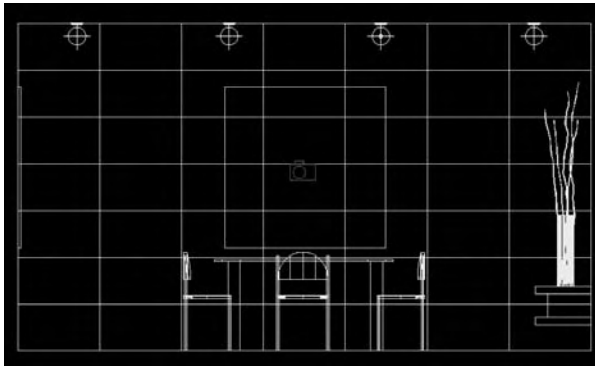

Fig.14.30
- 1 Placez des sources ponctuelles au-dessous de chacun des luminaires à une distance de 10 cm. Utilisez les fonctions classiques COPIER ou RESEAU pour distribuer les différentes lumières (fig.14.30).